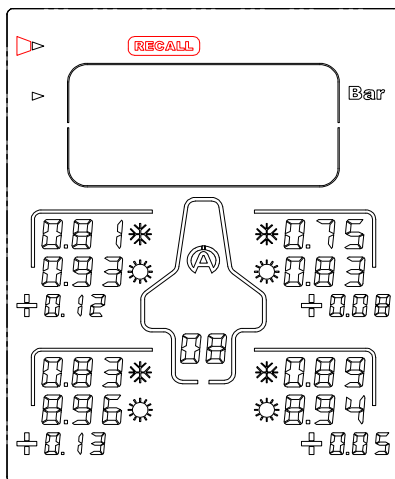

Abbildung 6
- 1) Wählen Sie mit Hilfe der Tasten das Symbol "**RECALL**" (Abbildung 6) aus.